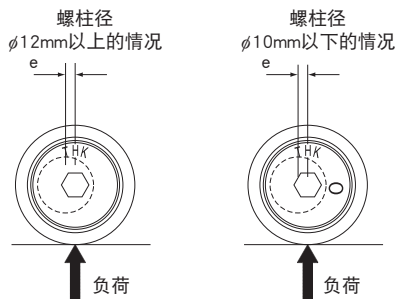

图2 偏心方向的位置关系
- (1) 将螺柱插入安装孔,轻轻地拧紧螺母直到螺母开始旋转为止。此时,将螺柱标记定位,使其与负荷方向之间的关系如图2所示。
- (2) 使用螺柱头上的内六角孔旋转螺柱,以调节螺柱和配合接触面之间的间隙。
- (3) 调整后,在避免螺柱转动的同时拧紧螺母。此时,需要注意不可以超过螺母的最大拧紧扭矩(参照B19-16表1)。